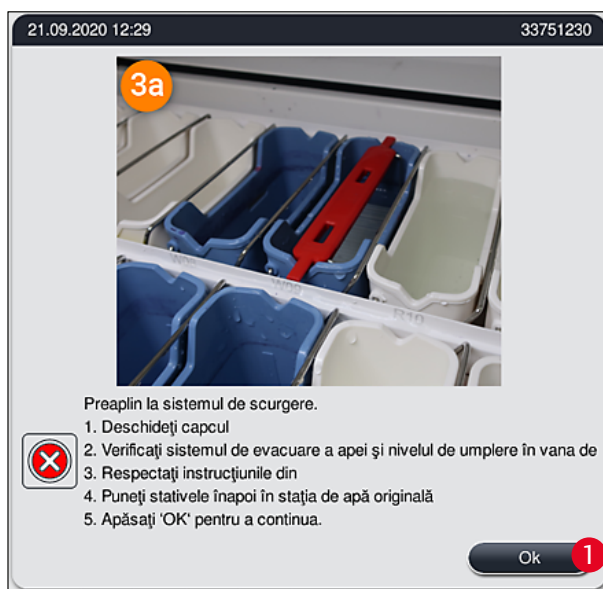
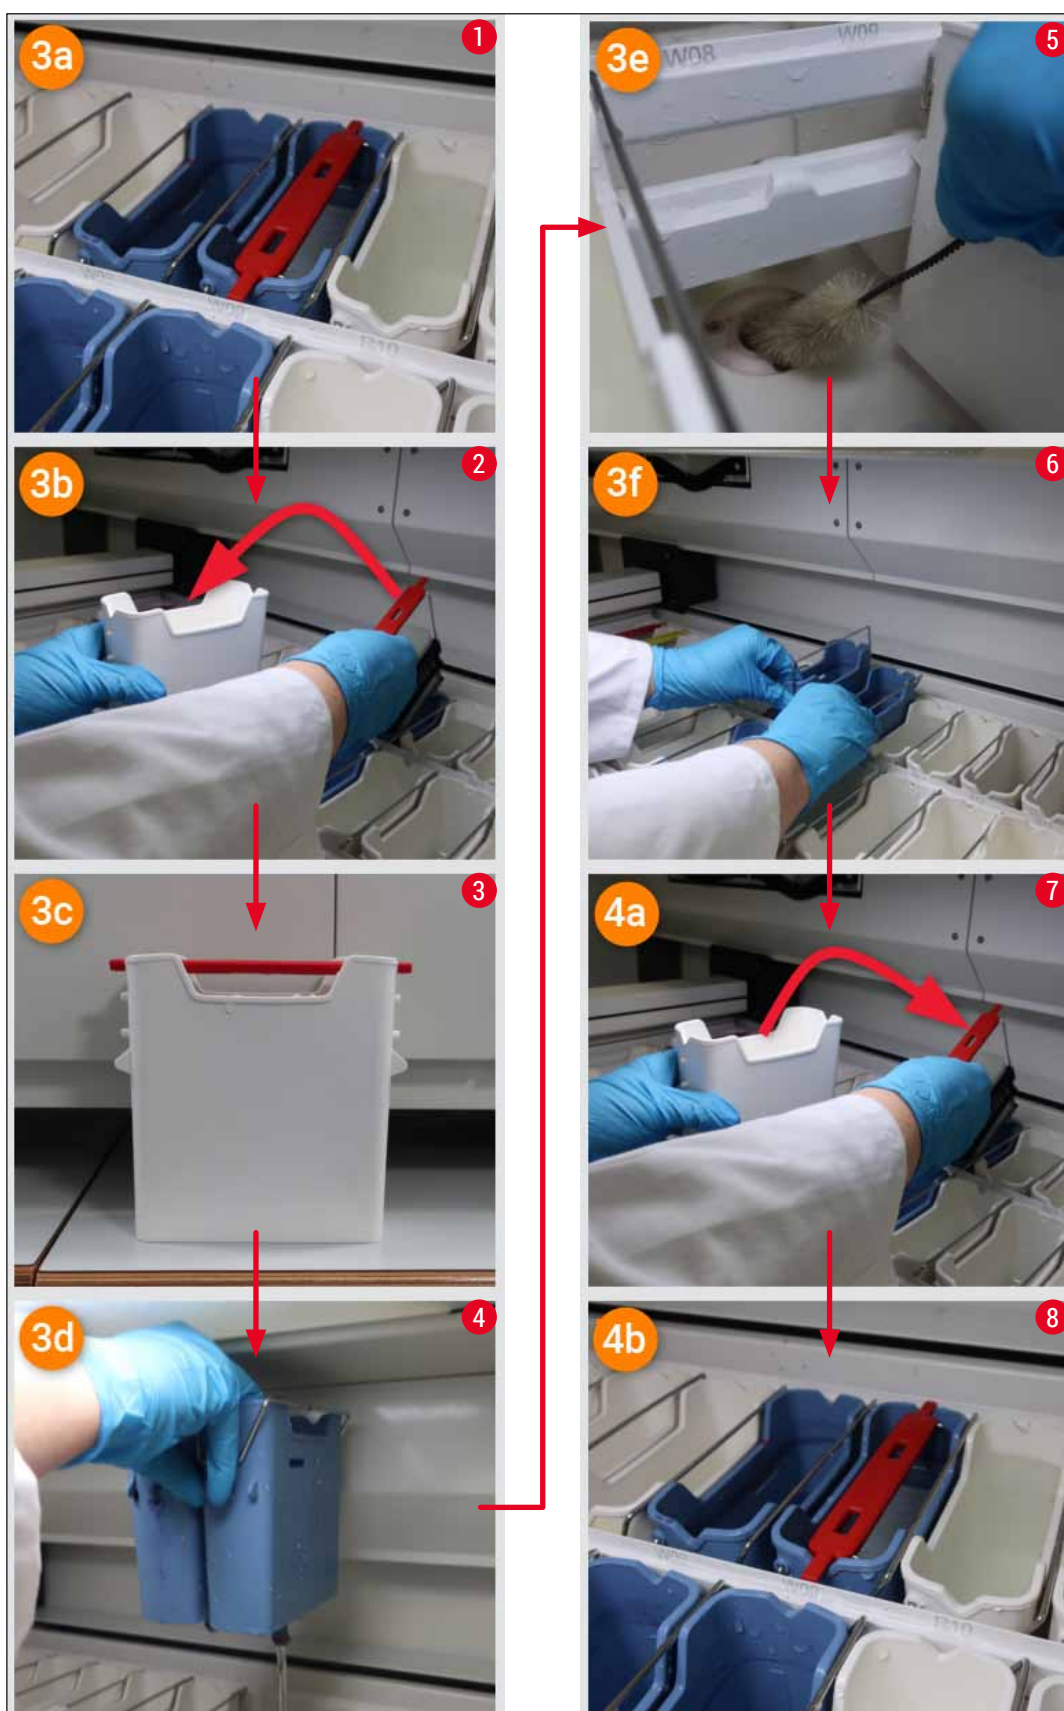

Fig. 120
Fig. 122
Un blocaj al sistemului de golire a apei poate fi cauzat de o crepină de scurgere (→ "Fig. 98-1") sau un furtun de scurgere blocat (→ "Fig. 7-1"). Un astfel de blocaj ar putea duce la creșterea nivelului apei în tava de scurgere. Ca urmare, apa din instrument poate ajunge la un nivel critic. Utilizatorul primește un mesaj de eroare (→ "Fig. 120") pe ecran și se aude o alarmă. Mesajul de eroare ghidează utilizatorul pentru a rezolva blocajul printr-o succesiune de imagini repetitive (→ "Fig. 122").
- Dacă nivelul apei din tava de scurgere scade sub nivelul critic în timpul procesului de remediere, mesajul (→ "Fig. 120") dispăre și un alt mesaj de pe ecran informează utilizatorul că procesul de colorare poate fi continuat.